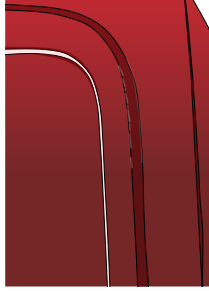

Figure 10
- › Le travail terminé (FIG. 10), réchauffer entre 80°C et 90°C les parties qui ont subi une déformation.